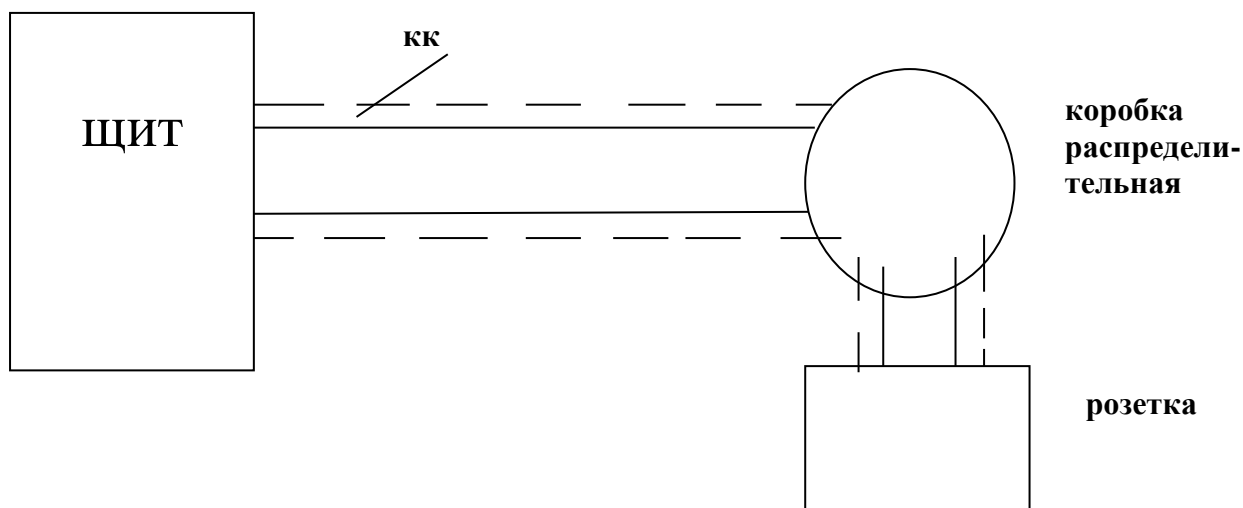

Рис. 2 Схема монтажа внутренней электропроводки с розеткой
- 4.1. Изобразить схему монтажа (рис. 2).